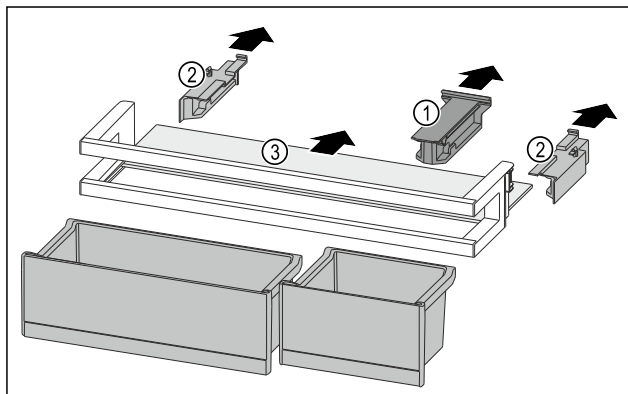

Fig. 92
- ▶ Stiahnite prídržný diel Fig. 92 (1).
- ▶ Stiahnite bočnice Fig. 92 (2).
- ▶ Odoberte odkladaciu plochu Fig. 92 (3).